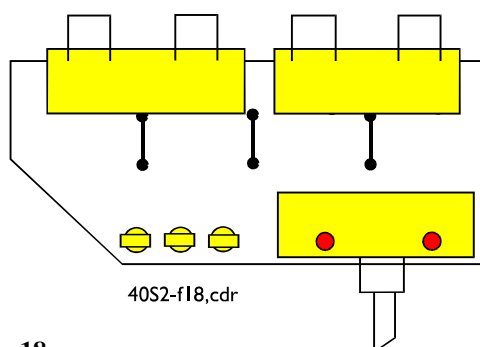

Figuur 16
14. Monteer de Alps-potentiometer plus PCB in de kast, waarbij de PCB plus pootjes naar de bodemplaat moeten wijzen (Zie figuur 16). Draai de moer van de volumeregelaar goed stevig vast om meedraaien (loszitten) van de regelaar te voorkomen.
15. Zie nu figuur 16. Monteer de draden van de ingangsprint naar de oogjes van de ALPS-PCB en soldeer ze vast.
16. Knip twee stukjes groen draad en twee stukjes zwart draad van ongeveer 7 cm af voor de ver-binding van de volumeregelaar plus print naar de hoofdprint, en maak de draaduiteinden blank door de isolatie weg te strippen. Soldeer nu deze draden volgens de tekening van figuur 16.